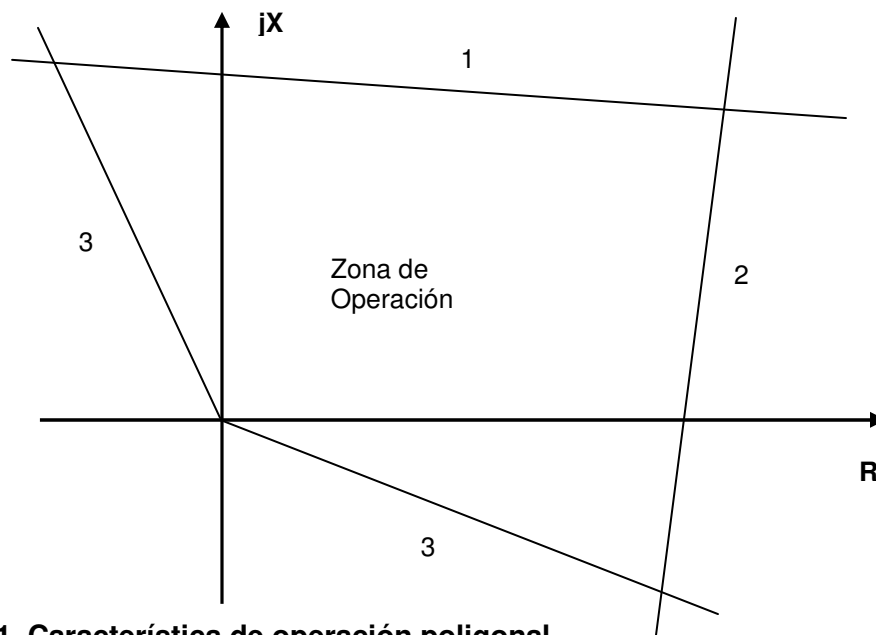

Figura 1. Característica de operación poligonal
- Poligonal: proporcionan un elevado alcance para cubrir la resistencia de falla, en particular para líneas cortas, puesto que la posición de la línea de resistencia (línea 2 figura 1) puede ser ajustada en la característica de disparo. A continuación se muestra una característica de operación poligonal típica. La característica de disparo poligonal es formada por tres elementos de medida independientes:
- Elemento de medida de reactancia para definir la línea de reactancia (línea 1 de la figura 1)
- Elemento de medida de resistencia para definir la línea de resistencia (línea 2 de la figura 1)
- Elemento direccional (línea 3 de la figura 1)